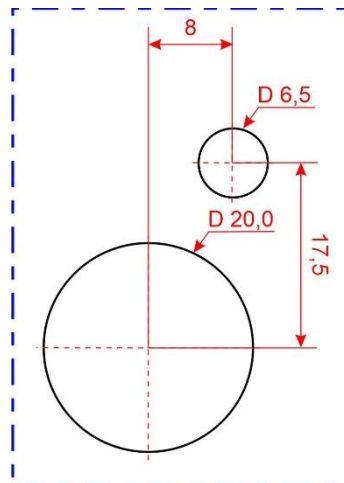

Рисунок 3.3 – Схема размещения крепежных отверстий БИП
1. В пластиковой панели просверлить два отверстия: диаметром 20,0 мм и 6,5 мм. Отверстия расположить на расстоянии, указанном на чертеже крепежных отверстий БИП (рисунок 3.3).